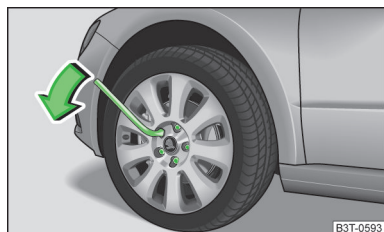

Fig. 179
- Agarre la llave por el extremo y gire el tornillo aproximadamente **una** vuelta en el sentido de la flecha » fig. 179.
- Agarre la llave por el extremo y gire el tornillo en el sentido contrario al de la flecha » fig. 179 hasta que quede fijo.